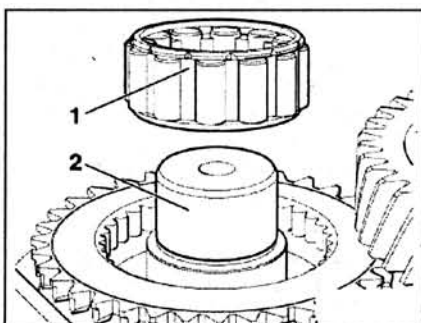

Рис. 4.49. Установите подшипник 1 первичного вала на вторичный вал 2.
26. Установите подшипник 1 первичного вала на вторичный вал 2 (рис. 4.49).